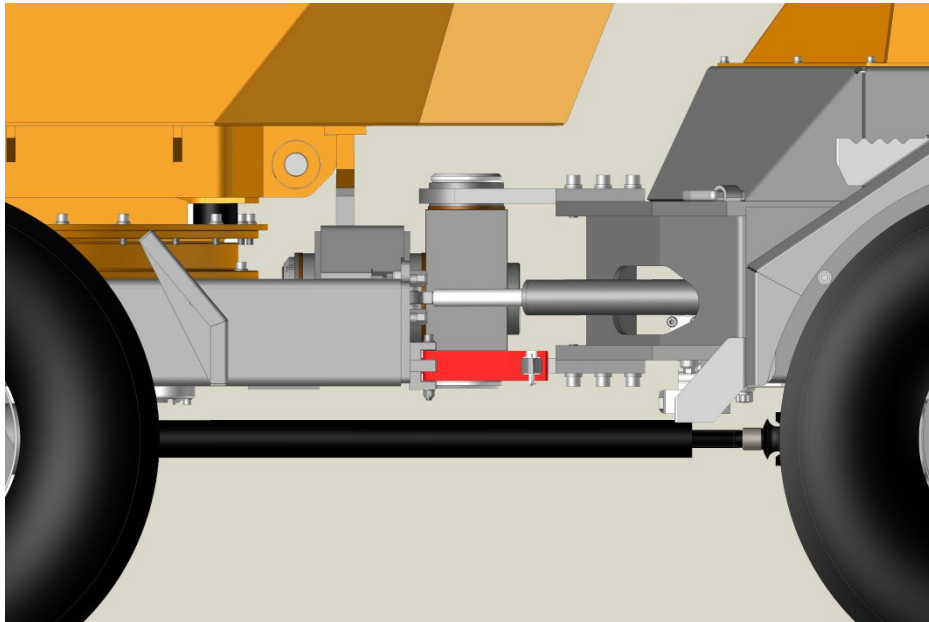

Abbildung 1. Gelenkverriegelungshebel in Längsstellung und Raststift eingesetzt.
- die Vorder- und Hinterteile des Dumpers perfekt ausgerichtet sind und die Drehungen entlang der Längs- und Querachse des Gelenks mittels des Sperrhebels in Längsposition und des Verriegelungsstifts blockiert wurden, wie in Abbildung 1 gezeigt.